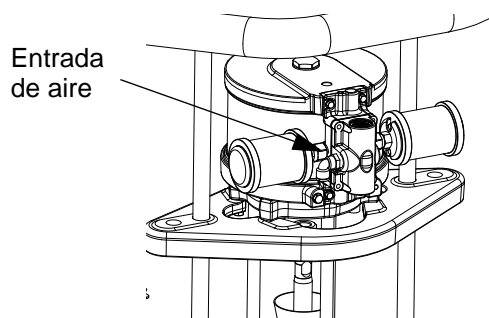

Fig. 101: Conexión a la entrada de aire
8. Conecte la tubería de aire de la fuente de aire a la entrada de aire del sistema. Consulte la FIG. 101. Consulte el manual de la bomba específico para determinar los requisitos del caudal de suministro de aire correcto. Conecte una manguera de suministro de aire que pueda cumplir con el caudal requerido para la entrada de aire del motor neumático.